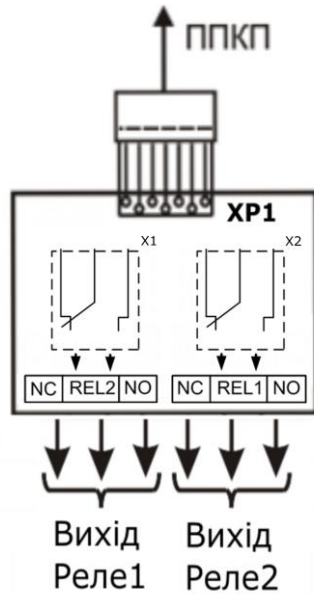

Рисунок 3.1 – Підключення модуля
3.1 Модуль за допомогою з'єднувача ХР1 (Рис. 3.1) підключається до ППКП та закріплюється в його корпусі (див. паспорт на відповідний ППКП). Призначення клем модуля наведено в табл. 3.1.
3.2 Підключення модуля виконувати згідно з Рис. 3.1.